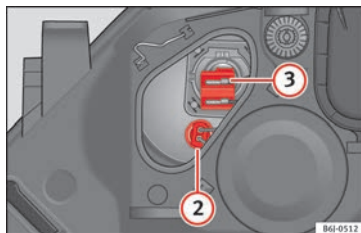

Fig. 98 Feu de position et feu de route.
- Retirez le connecteur » fig. 98 ② en tirant vers l'extérieur.
- Retirez le connecteur » fig. 98 ③ en tirant vers l'extérieur.